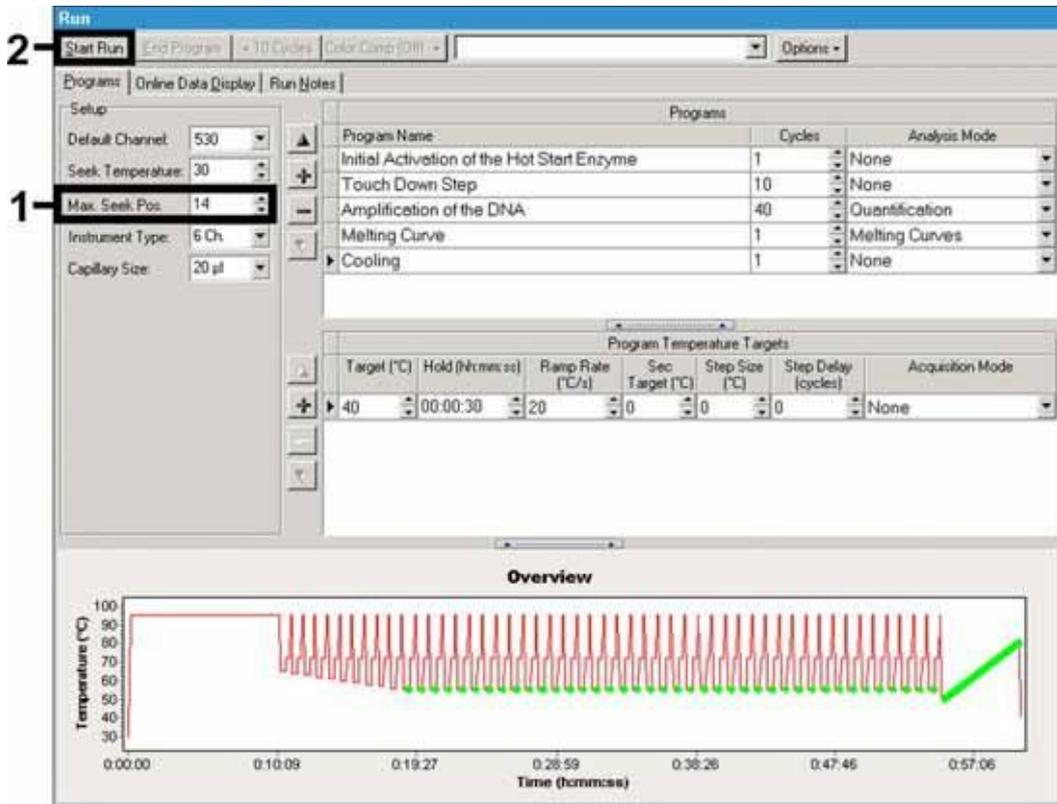

Abb. 8: Start des PCR-Laufs.
Achten Sie bitte darauf, dass Sie zunächst die Anzahl der für diesen PCR-Lauf vorbereiteten Kapillaren (*Max. Seek Pos.*) eingeben (siehe Abb. 8).
- Um den PCR-Lauf zu starten, wechseln Sie zur Schaltfläche *Run* und aktivieren Sie die Funktion *Start Run* (siehe Abb. 8). Nach Angabe des Zielorts zum Speichern der Daten wird das PCR-Programm gestartet.